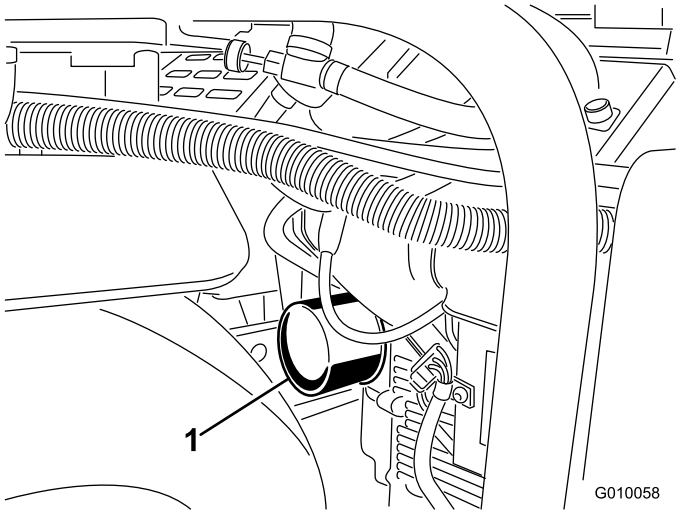
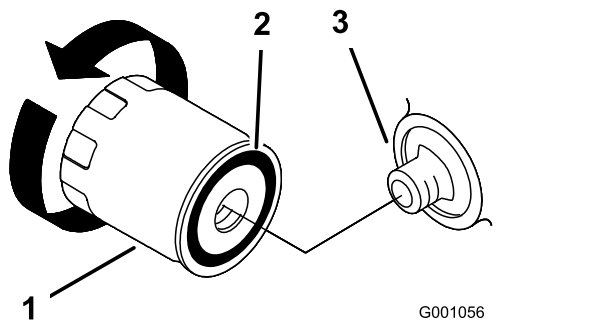

Figure 45
Figure 46
- Placez un bac de vidange peu profond ou un chiffon sous le filtre pour récupérer l'huile (Figure 45).
- Enlevez le filtre à huile usagé (Figure 45 et Figure 46) et essuyez la surface du joint de l'adaptateur.
- Faites l'appoint d'huile avec précaution pour faire monter le niveau jusqu'au repère maximum (F) sur la jauge.